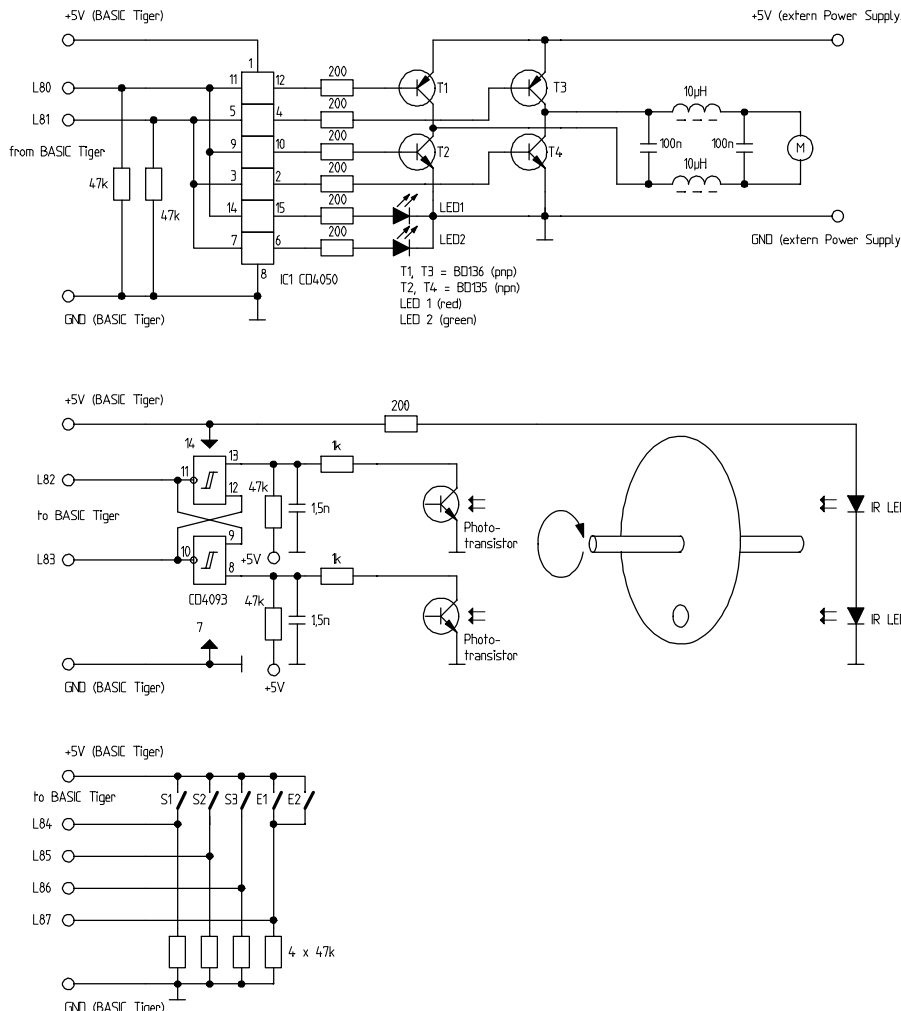

Bild 3 Die komplette Motoransteuerung
Die komplette Schaltung des Interfaces zeigt Bild 3. Dieses besteht aus 3 Teilen, der Motorbrücke (oben), der Lichtschrankenschaltung (mitte) und der Tastatur (unten). Für erste Experimente mit den Programmen MOTOR01.TIG...MOTOR04.TIG genügen der obere Teil, die eigentliche Motorbrücke und die Tastatur.
Dazu wäre es wichtig, eine Positionsmeldung einzubauen. Wenn man beispielsweise die Umdrehungen der relativ langsamen Spindel zählen könnte, wüßte der Rechner sofort, wo sich der "Fahrstuhl" befindet. Genau das wollen wir jetzt ausprobieren. Mit dem mittleren Teil der Schaltung nach Bild 3 bekommen wir bei jeder Umdrehung einen Impuls, den der BASIC-Tiger® auswerten kann.
- Wir bauen einen zusätzlichen Endschalter ein, im Bild 3 sind zwei Endschalter (E1 und E2) vorgesehen, die mit L87 ausgewertet werden können. Die Software wird dann so umgestellt, daß der Antrieb beim Einschalten solange in die Richtung des Endschalters fährt, bis dieser betätigt wird, das Signal wird mit dem BASIC-Tiger[®]-Eingang L87 ausgewertet. Der BASIC-Tiger[®] stellt den Positionszähler auf "0" und initialisiert damit das System. Diese Lösung ist eleganter, entscheiden Sie selbst...